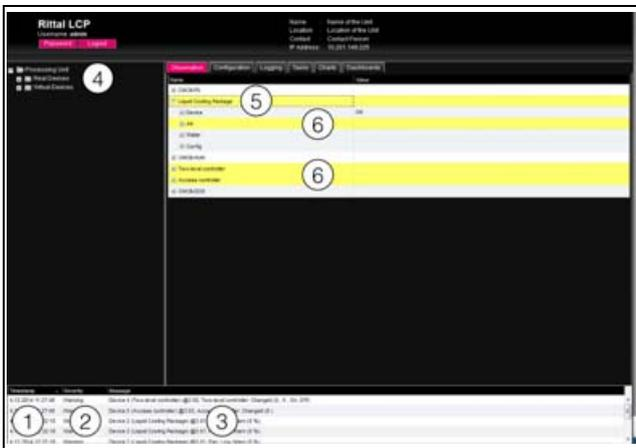

Abb. 75: Aufbau der Meldungsanzeige
1. Timestamp: Datum und Uhrzeit, wann der Fehler aufgetreten ist (Abb. 75, Pos. 1).
2. Severity: Schwere des aufgetretenen Fehlers. Es wird unterschieden zwischen Warnungen („Warning“) und Alarmen („Alarm“) (Abb. 75, Pos. 2).
3. Message: Fehlermeldung im Klartext (Abb. 75, Pos. 3).
- Linker Bereich (Navigationsbereich): Das Symbol vor der Komponente, an der der Fehler aufgetreten ist, wird im Navigationsbereich bei einer Alarmmeldung rot, bei einer Warnmeldung gelb eingefärbt (Abb. 75, Pos. 4).
- Rechter Bereich (Konfigurationsbereich): Auf der Registerkarte **Observation** wird die gesamte Komponente sowie der spezielle Parameter, für den die Warnung bzw. der Alarm anliegt, rot bzw. gelb eingefärbt (Abb. 75, Pos. 5 und 6).